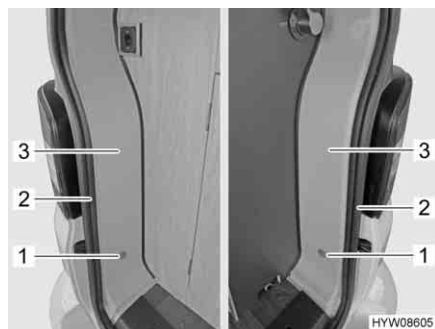

Fig. 67 Accesso a luci posteriori
- Sollevare il cappuccio (Fig. 67,1) della vite di fissaggio con cautela, utilizzando un oggetto piatto e non affilato (p. es. coltello).
- Sfilare la gomma di guarnizione della porta (Fig. 67,2) quanto basta per liberare il diaframma (Fig. 67,3).